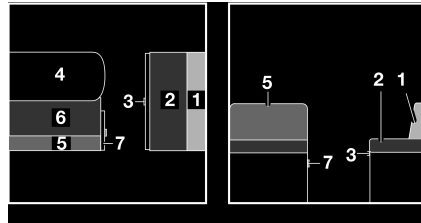

Fig. 124 Antes de la transformación
- Ampliar la mesa (Fig. 124,4) y transformarla en base de cama (véase apartado 7.7).
- Tirar del asidero y abrir la trampilla (Fig. 124,7).